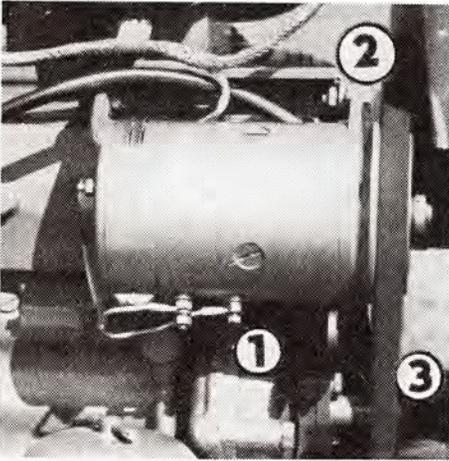

Abb. 57
1. Die Leitungen sind von der Lichtmaschine abzulösen (Abb. 57/1).
2. Die Schraube M 8 aus der Lichtmaschinenstrebe und zwei Schrauben M 8 aus dem Halter (Abb. 57/2) sind auszuschrauben, der Keilriemen (Abb. 57/3) und die Lichtmaschine sind abzunehmen.